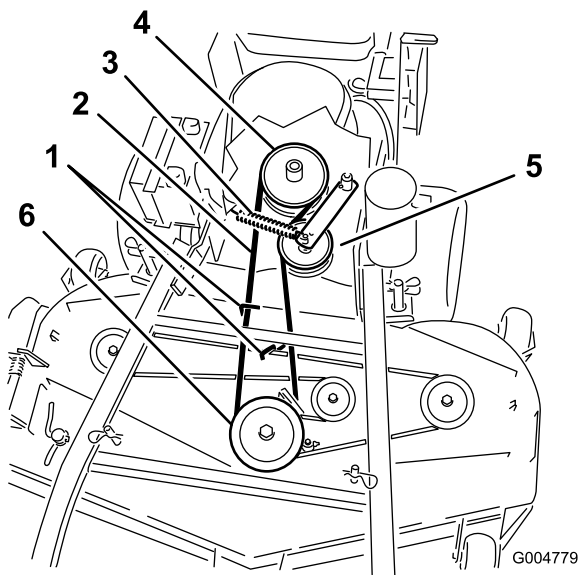
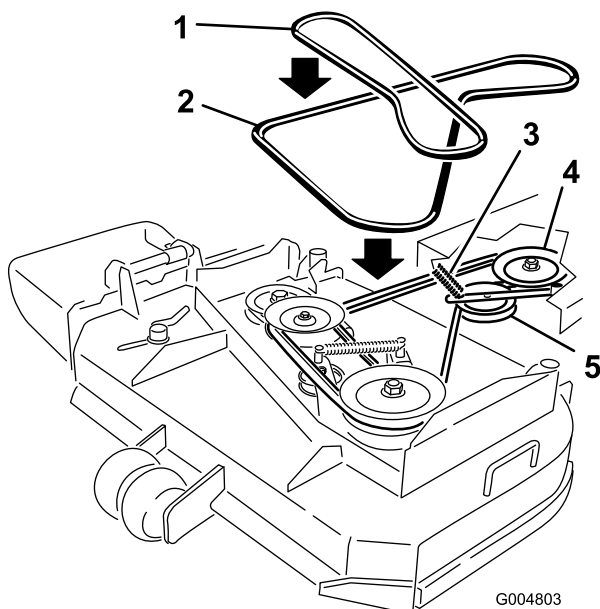

Figura 50
Figura 51
6. Retire la correa de la polea central de la plataforma del cortacésped (Figura 50). Consulte Figura 51 para quitar la correa de la polea izquierda en una plataforma de
7. Retire la correa de la polea del motor y la polea tensora tensada con muelle (Figura 50). Consulte Figura 51 para retirar la correa de las poleas de una plataforma de cortacésped de 36 pulgadas.
8. Instale la nueva correa en la polea del motor y la polea tensora tensada con muelle (Figura 50).
9. Coloque la correa en la polea central de la plataforma del cortacésped (Figura 50). Extreme las precauciones al instalar la correa ya que la tensión aumentará debido a que la polea tensora está tensada con muelle. Consulte Figura 51 para colocar la correa en la polea izquierda en una plataforma de cortacésped de 36 pulgadas.
11. Ajuste la guía 3 mm (1/8 pulg.) desde la correa en las plataformas de cortacésped de 40, 48 y 52 pulgadas (Figura 50).